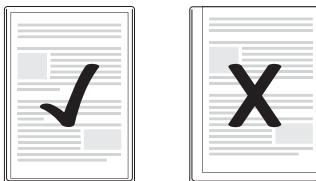

Abb. 1
- Achten Sie darauf, dass alle Ränder des Dokuments mindestens zwei Millimeter Abstand zum Rand der Folientasche haben müssen, wie in Abb. 1 dargestellt.
- Achten Sie darauf, dass alle Ränder des Dokuments mindestens zwei Millimeter Abstand zum Rand der Folientasche haben müssen, wie in Abb. 1 dargestellt (siehe S. 22).